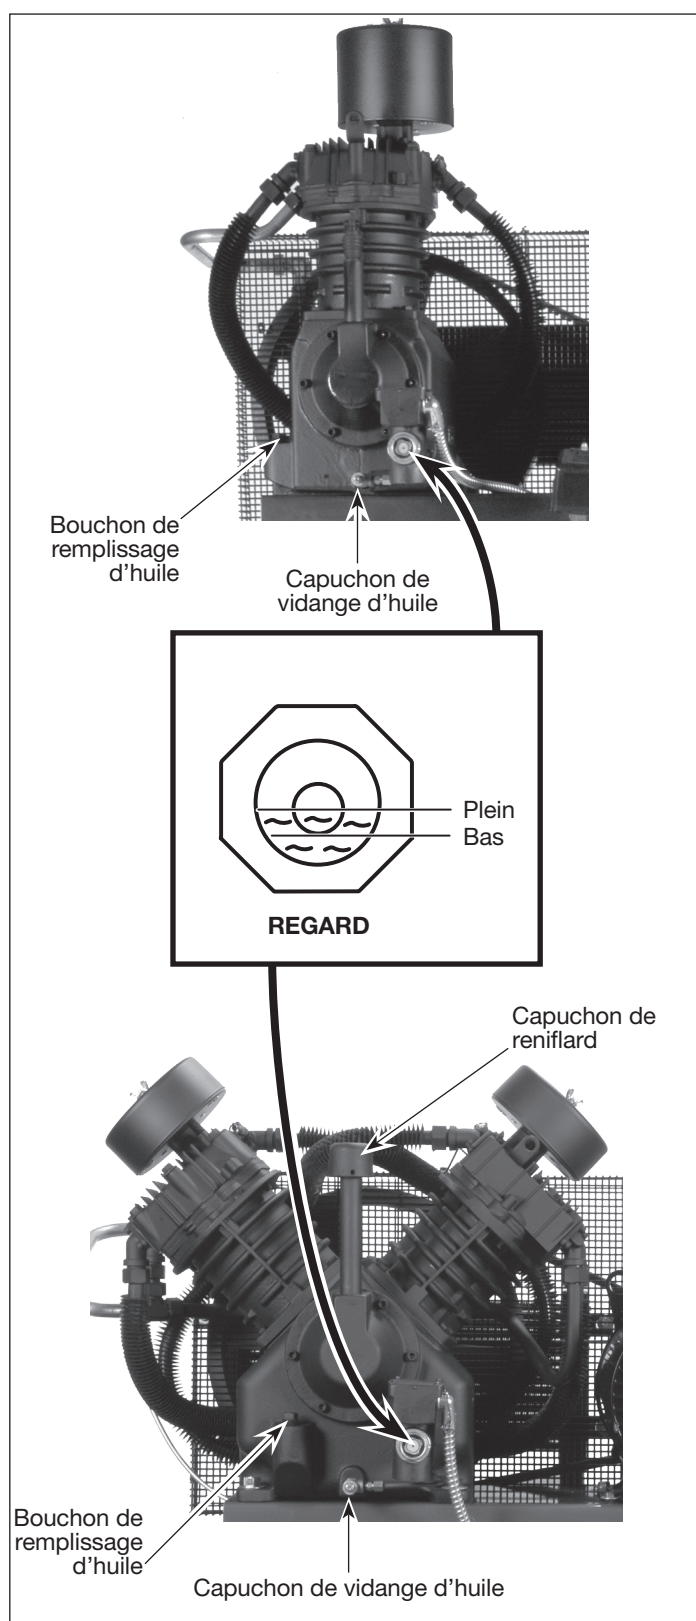

Figure 14
**⚠ ATTENTION** *CE MODÈLE NE CONTIENT PAS D'HUILE. Avant d'utiliser le compresseur. Remplir au centre de la jauge visuelle (voir la figure 14).*
Remplir la pompe d'huile au centre de la jauge visuelle en utilisant l'ouverture de remplissage d'huile (voir la figure 14).